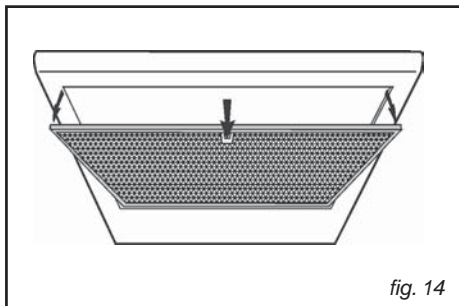

fig. 14
• Demontering av fettfiltret (Fig. 14)
För att montera ned filtret, tryck det bakåt med hjälp av handtaget och sänk ner det mot dig (Fig. 14).